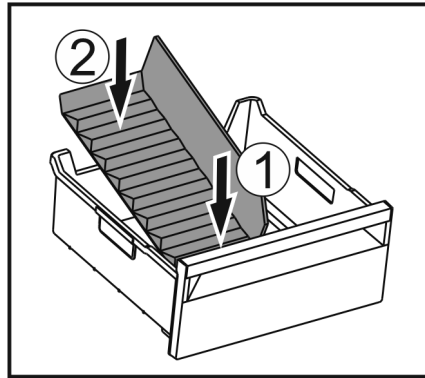

Fig. 184
- Voorste deel van de ijsvak-scheider plaatsen. Fig. 184 (1)
- Achterste deel van de ijsvak-scheider tot de bodem van de lade laten zakken. Fig. 184 (2)